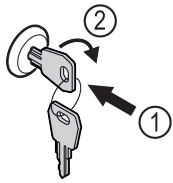

Fig. 115
- ▶ Sæt nøglen i Fig. 115 (1).
- ▶ Drej nøglen 90° med uret Fig. 115 (2).